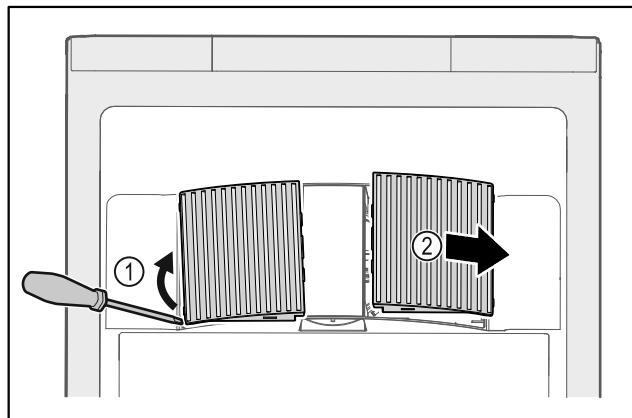

Fig. 137
- Кожух вентилятора обережно підважити зі сторони Fig. 137 (1) і витягнути рухом вперед Fig. 137 (2).